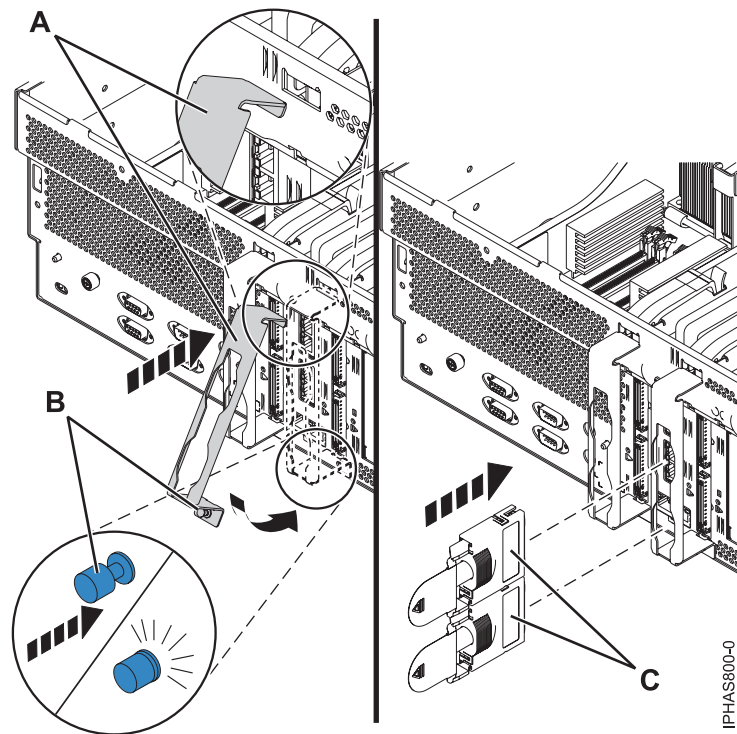

Figure 4. Installation du support de câble
15. Afin de bloquer la patte supérieure dans l'emplacement du bloc, inclinez légèrement le support de câble (A) (voir la figure 4).
20. Rebranchez tous les câbles d'alimentation et de connexion à leurs connecteurs respectifs. Assurez-vous que les câbles de l'adaptateur GX **(C)** passent correctement dans les supports afin de bouger le moins possible (voir la figure 4, à la page 4).